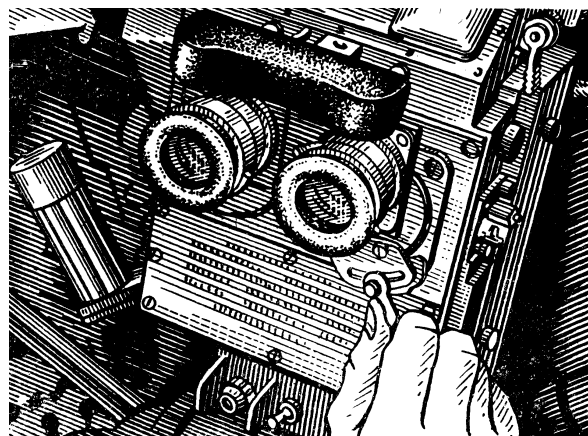

Рис. 50. Установка бази очей перед початком спостереження в прилад ТKN-3Б
- встановити окуляри на необхідну базу очей, для чого правою рукою повернути рукоятку стопора проти ходу стрілки годинника (рис. 50) і, взявшись обома руками за окуляри, розвести або звести їх до такого положення, при якому обидва кола полів зору окулярів співпадають в одне коло, після цього зафіксувати установку окулярів, повертаючи рукоятку стопора по ходу стрілки годинника;